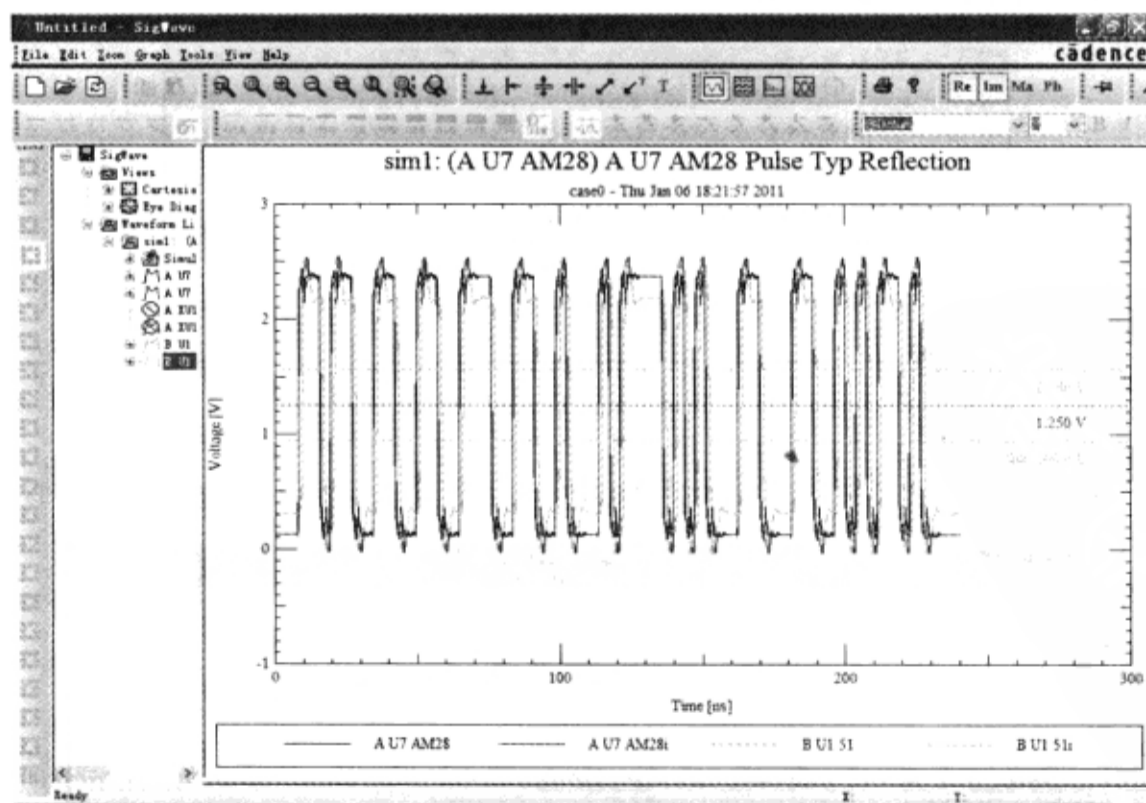

图 5-3-28 仿真波形
(25) 在“IO Cell (U7) Stimulus Edit”对话框中单击“OK”按钮。
(26) 确认 IOCell U1 的激励为“Tristate”。
(27) 在“SigXplorer PCB SI XL”窗口执行菜单命令“Analyze”→“Simulate”，执行仿真。仿真结束后拓扑下面的表格区域的“Results”栏被选择，并显示仿真结果，同时弹出仿真波形，如图 5-3-28 所示。